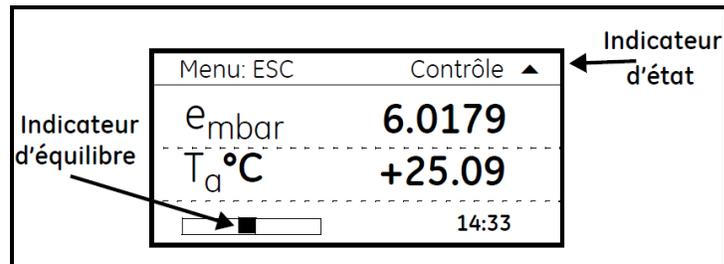

Figure 5-1: Indicateurs d'état et d'équilibre sur l'affichage de l'OptiSonde
- L'indicateur d'équilibre (Figure 5-1 ci-dessous) procure un affichage graphique de la quantité de lumière reçue par le photodétecteur du miroir. C'est aussi un indicateur de l'épaisseur de la couche de rosée. Cet indicateur augmente et diminue par incréments numériques.